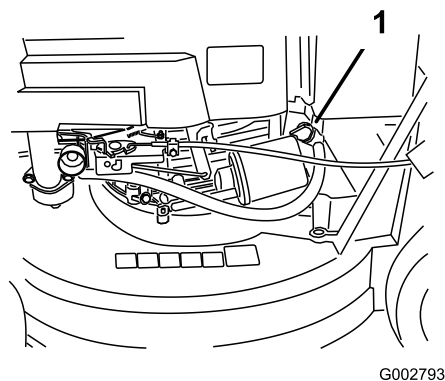

Figura 13
- Aprirete la valvola del carburante (Figura 13)